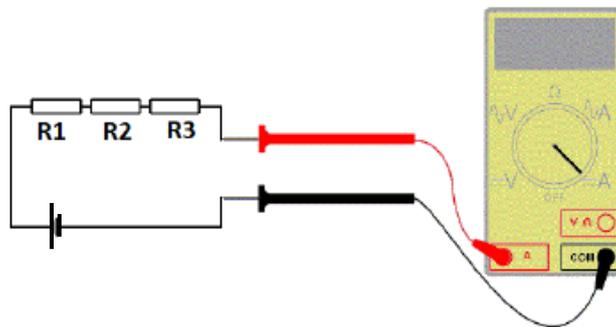

Figura 02: Esquema de montagem do procedimento B.
- 2) Utilize a protoboard para montar uma associação em série dos resistores $R_1 = 330 \Omega$, $R_2 = 470 \Omega$ e $R_3 = 560 \Omega$ e utilizando os conectores jacarés e jumpers, conecte a fonte e o amperímetro na associação de resistores em série, conforme ilustrado na Figura 02. OBS: Para evitar avaria no amperímetro, inicie com a escala de 2 A, e caso haja necessidade, mude a escala para 200 mA;